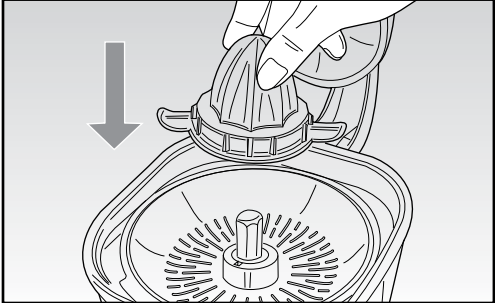

Fig. 5
- Umieścić mały stożek wyciskający (B) na sworzniu (G) (Rys. 5).